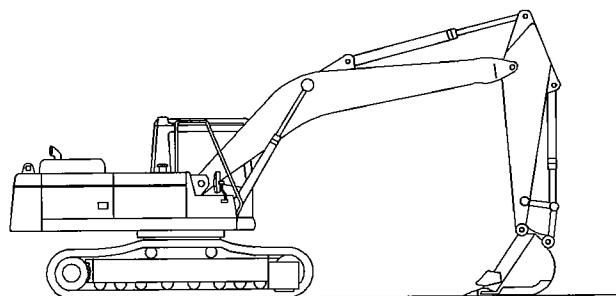

Ilustración 375
15. Regrese la máquina a la posición que se muestra en la ilustración 375. Compruebe para detectar si hay fugas de aceite en la máquina.